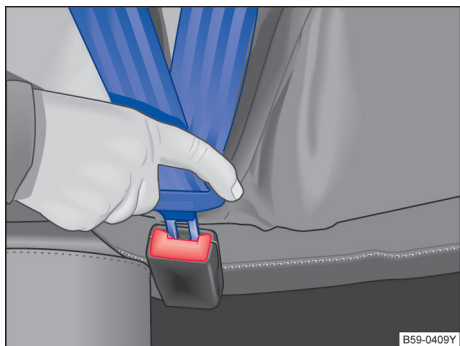

图 33 安全带锁扣和插口
- 将锁舌插入所属座椅的安全锁扣内，下压，直至听到啮合声 → 图 33。安全带锁舌被锁扣锁止。